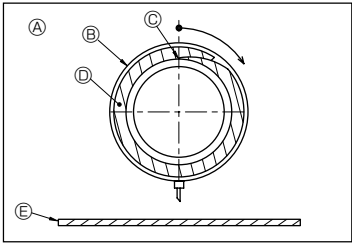

Fig. 3-6
5. Isolare l'apertura di drenaggio e il manicotto di drenaggio con materiale isolante ⑦ e fissare quindi il materiale con un nastro. (Sia il materiale isolante che il nastro sono forniti con l'unità.) (Fig. 3-6)
[Fig.3-6]